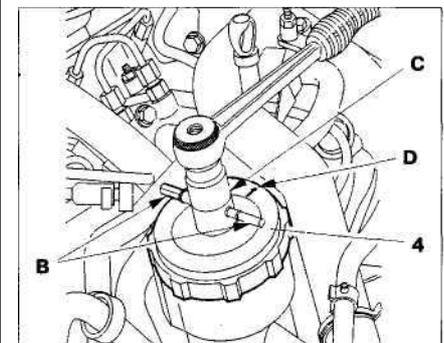

Рис. 7.33. Расположите крышку 4 и трубки В перпендикулярно двигателю (чтобы метка D была расположена со стороны воздушного фильтра).
10. Расположите крышку 4 и трубки В перпендикулярно двигателю (чтобы метка D была расположена со стороны воздушного фильтра) (рис. 7.33).